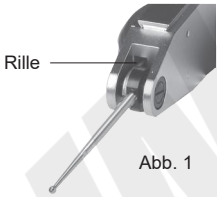

Abb. 1
---Verhindern Sie, dass Staub oder Flüssigkeit durch die Nut in die Messuhr gelangt, da sonst das Innenzahnrad blockiert wird (Abb. 1).